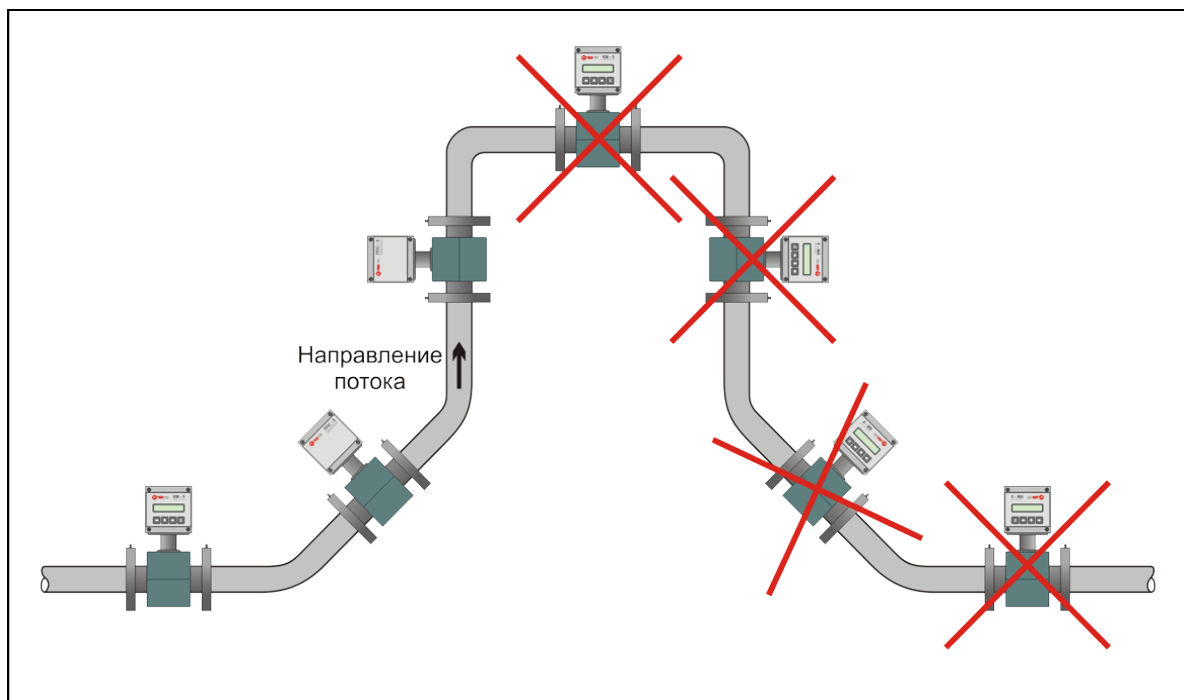
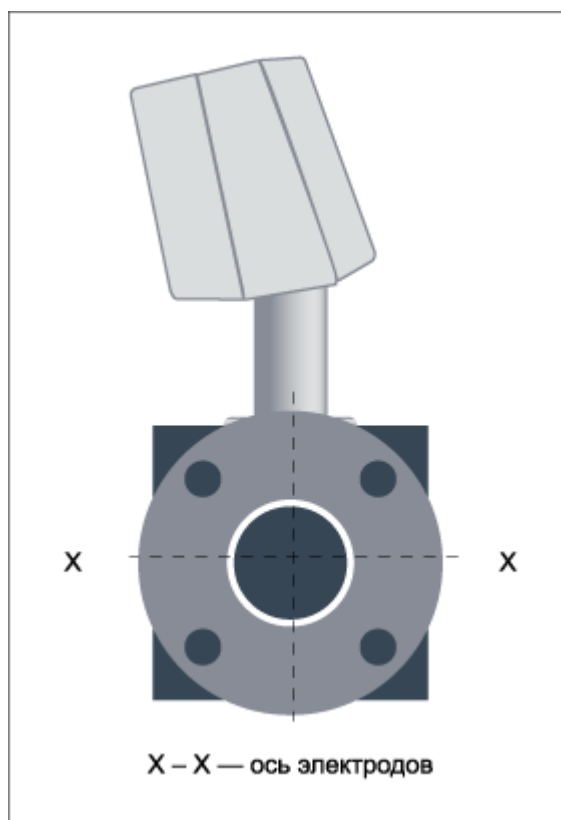

Рисунок 3 — Варианты установки первичного преобразователя (датчика) расхода
Рисунок 4 — Предпочтительная ориентация первичного преобразователя (датчика) расхода относительно продольной оси
- датчики расхода ППР следует монтировать на трубопровод: горизонтальный, вертикальный или наклонный (но только на восходящем участке) при условии, что весь объём трубы первичного преобразователя в рабочих условиях заполнен измеряемой средой (рисунок 3). Линия электродов первичного преобразователя предпочтительно должна быть горизонтальной, т.к. влияние от возможной газовой прослойки будет в этом случае минимальным (рисунок 4);